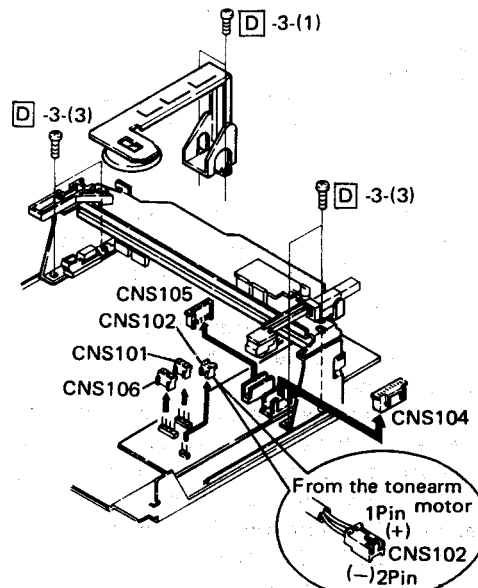

Figure 6-2
- (1) Remove two screws from the tonearm disc holder and take the tonearm disc holder off. See Fig. 6-2.
- (2) Remove the socket CNS102 from the tonearm motor and supply +10V DC to it to move the tonearm until the position where the tonearm guide bracket may be taken out. See Fig. 6-2.
- (3) Remove four screws from the tonearm guide bracket (two each at the right and left) and take the tonearm guide bracket off. See Fig. 6-2.
- (4) Disconnect four sockets (CNS 101, 104, 105 and 106). See Fig. 6-2.
- (1) Zwei Schrauben vom Schallplattenhalter entfernen, dann den Schallplattenhalter abnehmen. Siehe Abb. 6-2.
- (2) Den Anschluß CNS102 vom Tonarmmotor entfernen und diesem +10V Gleichspannung zuleiten, um den Tonarm bis zu der Position zu bewegen, an der die Tonarmführungshalterung herausgenommen werden kann. Siehe Abb. 6-2.
- (3) Vier Schrauben (je zwei auf der rechten und linken Seite) von der Tonarmführungshalterung entfernen, dann die Tonarmführungshalterung abnehmen. Siehe Abb. 6-2.
- (4) Vier Anschlüsse (CNS101, 104, 105 und 106) trennen. Siehe Abb. 6-2.
- (1) Déposer les deux vis du porte-disque et déposer le porte-disque. Voir la Fig. 6-2.
- (2) Déposer la douille CNS102 du moteur du bras et l'alimenter en +10V cc pour déplacer le bras jusqu'à la position où la patte guide du bras peut être déposée. Voir la Fig. 6-2.
- (3) Déposer les quatre vis de la patte guide du bras (deux de chaque côté droit et gauche) et déposer la patte guide du bras. Voir la Fig. 6-2.
- (4) Débrancher les quatre douilles (CNS101, CNS104, CNS105 et CNS106). Voir la Fig. 6-2.